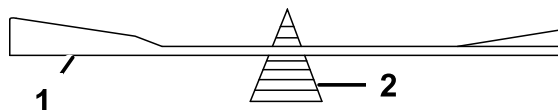

Figure 64
2. Vérifiez l'équilibre de la lame en la plaçant sur un équilibreur (Figure 64).